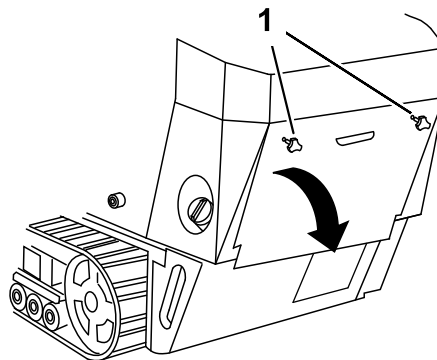

Рисунок 3
1. Выверните 2 маховика, которые крепят заднюю крышку доступа к машине (Рисунок 3).
2. Чтобы получить доступ к внутренним компонентам, наклоните заднюю крышку доступа вниз и снимите ее (Рисунок 3).